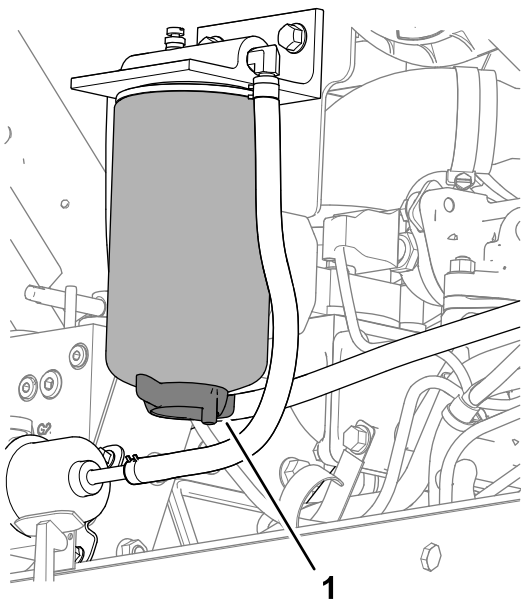

Рисунок 117
3. Установите сливной поддон под фильтр-водоотделитель для топлива (Рисунок 117).